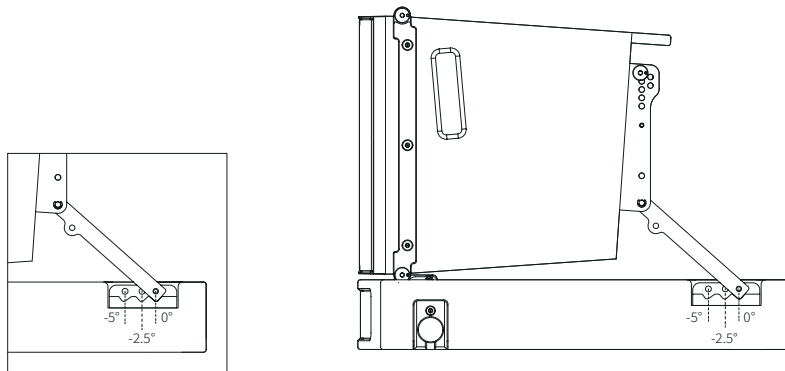

图 11. M-F3A S12 PRO SFi 与 M-F3A S15 PRO SFi 用于角度设定的后部孔位
3. 展开音箱背部的折叠式连接臂，并与堆叠架的后部安全插销锁定。如图 11 所示，设置所需的目标角度，共有三个角度可供选择： 0° 、 -2.5° 和 -5° 。